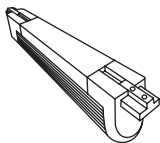

Рисунок 2
- светильник фиксируется на монтажной поверхности двумя элементами крепления (рисунок 2);